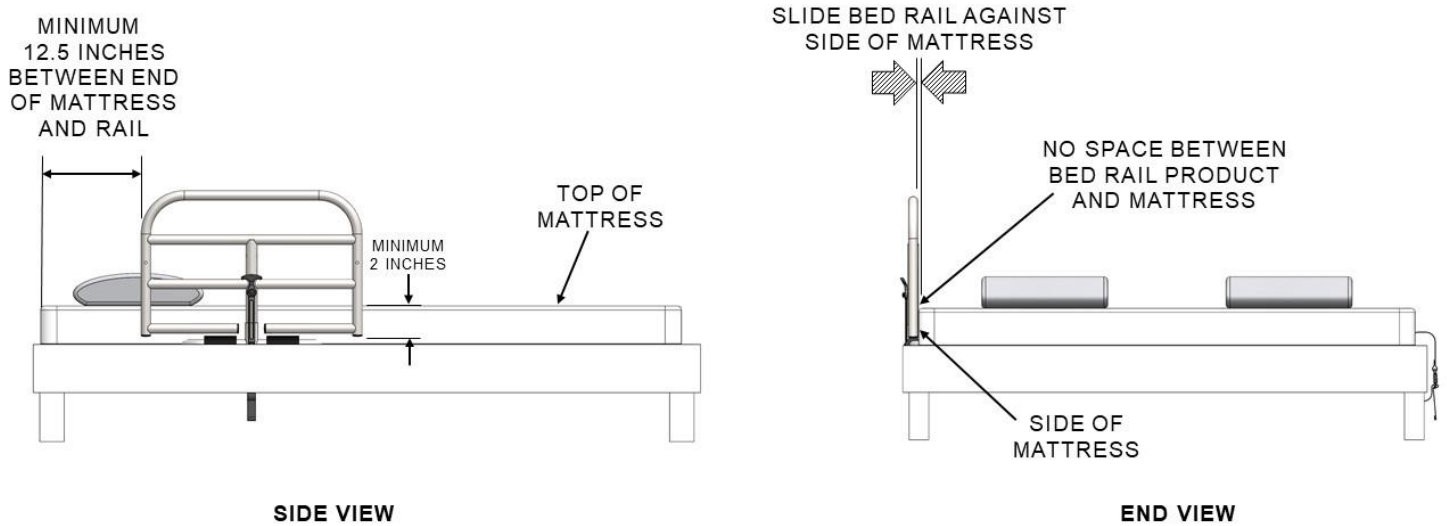

FIGURA 6
7. AVVERTENZA: per motivi di sicurezza, è importante che **TUTTE** le condizioni mostrate di seguito siano rispettate. La barra orizzontale inferiore sulla sponda del letto deve trovarsi almeno 2 pollici sotto la superficie superiore del materasso. Non dovrebbe esserci spazio tra la sponda del letto e il lato del materasso. Una cinghia flessibile deve essere allacciata saldamente attorno al telaio del letto. Stringere la cinghia per fissare il GRUPPO BINARIO contro il lato del materasso, come mostrato nella Figura 6.